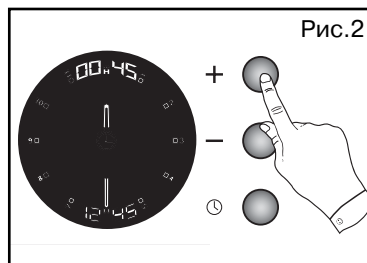

Рис.2
- Настройте желаемое время, нажимая кнопки + и - (рис. 2).